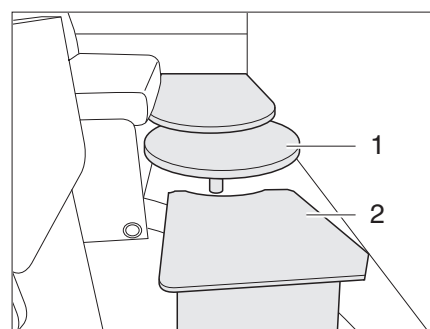

Fig. 36 Prolunga del letto (letto supplementare)
- Collocare la prolunga del letto (Fig. 36,2) del letto supplementare sulla prolunga del piano del tavolo (Fig. 36,1).